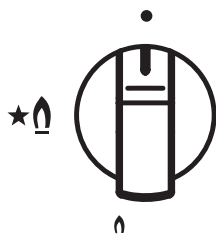

Рисунок 11
1. Для поджига плиты надавите на соответствующую ручку и поверните ее против часовой стрелки до символа большого пламени (Рис.11).